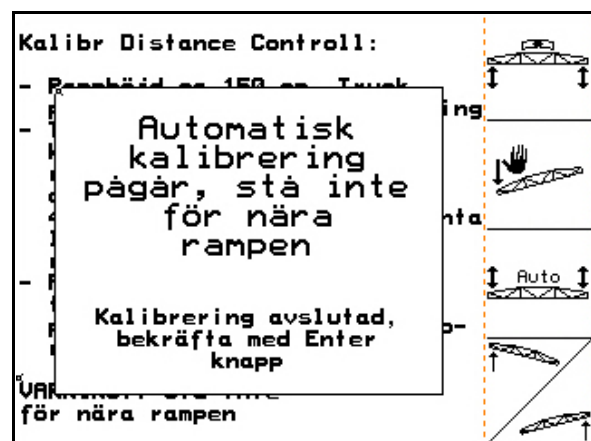

Bild 20
- När den automatiska kalibreringen är avslutad visas detta av datorn (Bild 20).